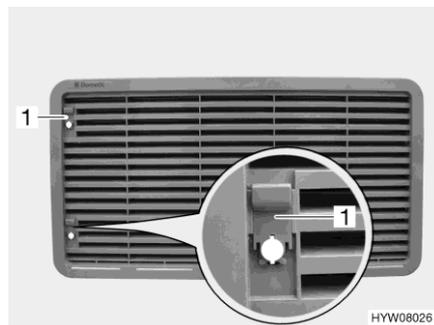
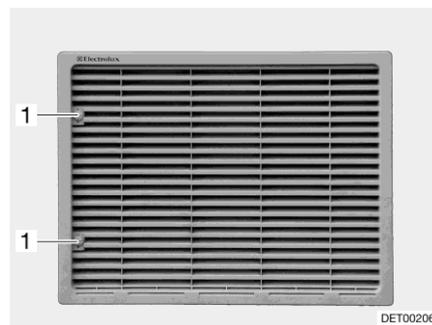

Fig. 145 Grille d'aération du réfrigérateur (avec curseur)
Fig. 146 Grille d'aération du réfrigérateur (avec vis)
- Suivant l'exécution, déplacer le curseur (Fig. 145,1) vers le haut ou faire opérer un quart de tour à la vis (Fig. 146,1) à l'aide d'une pièce de monnaie.